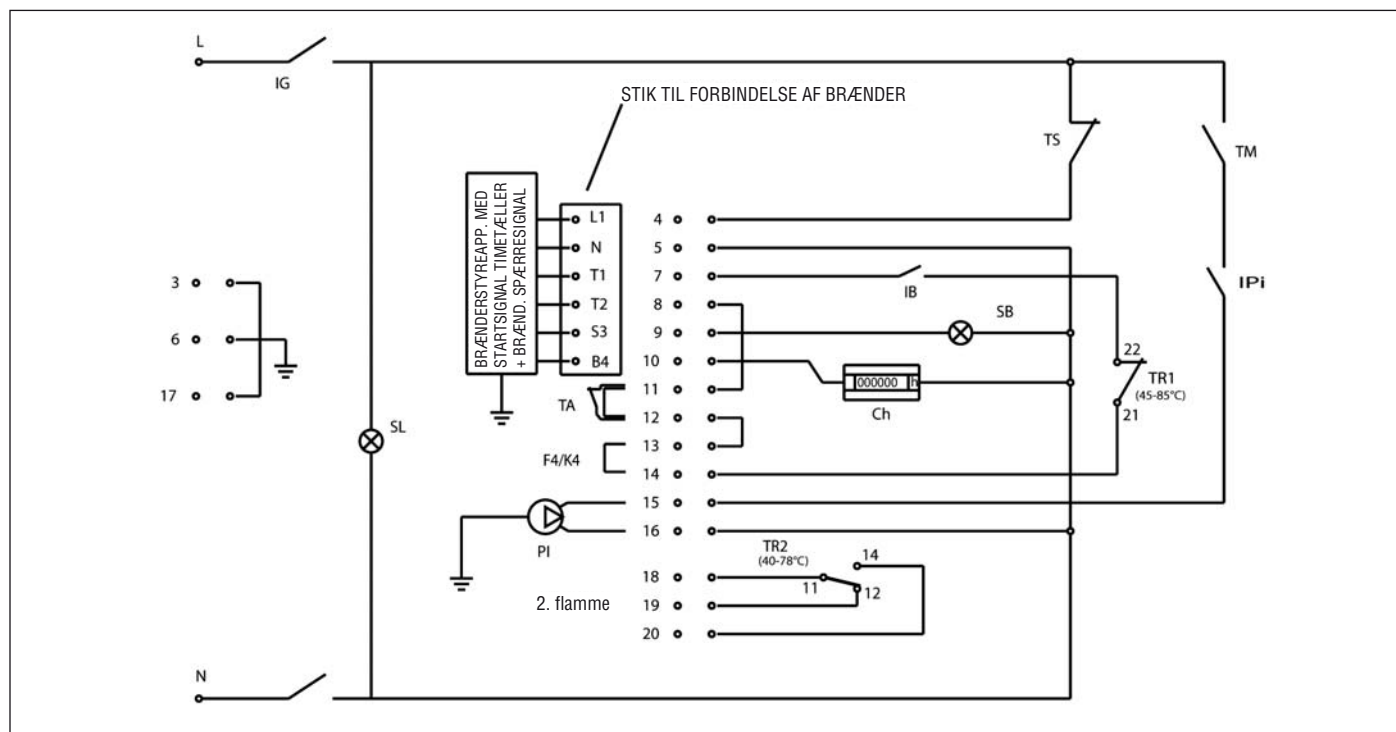

Fig. 17
7.2 Eldiagram for enfaset brænder og pumpe (Fig. 17)